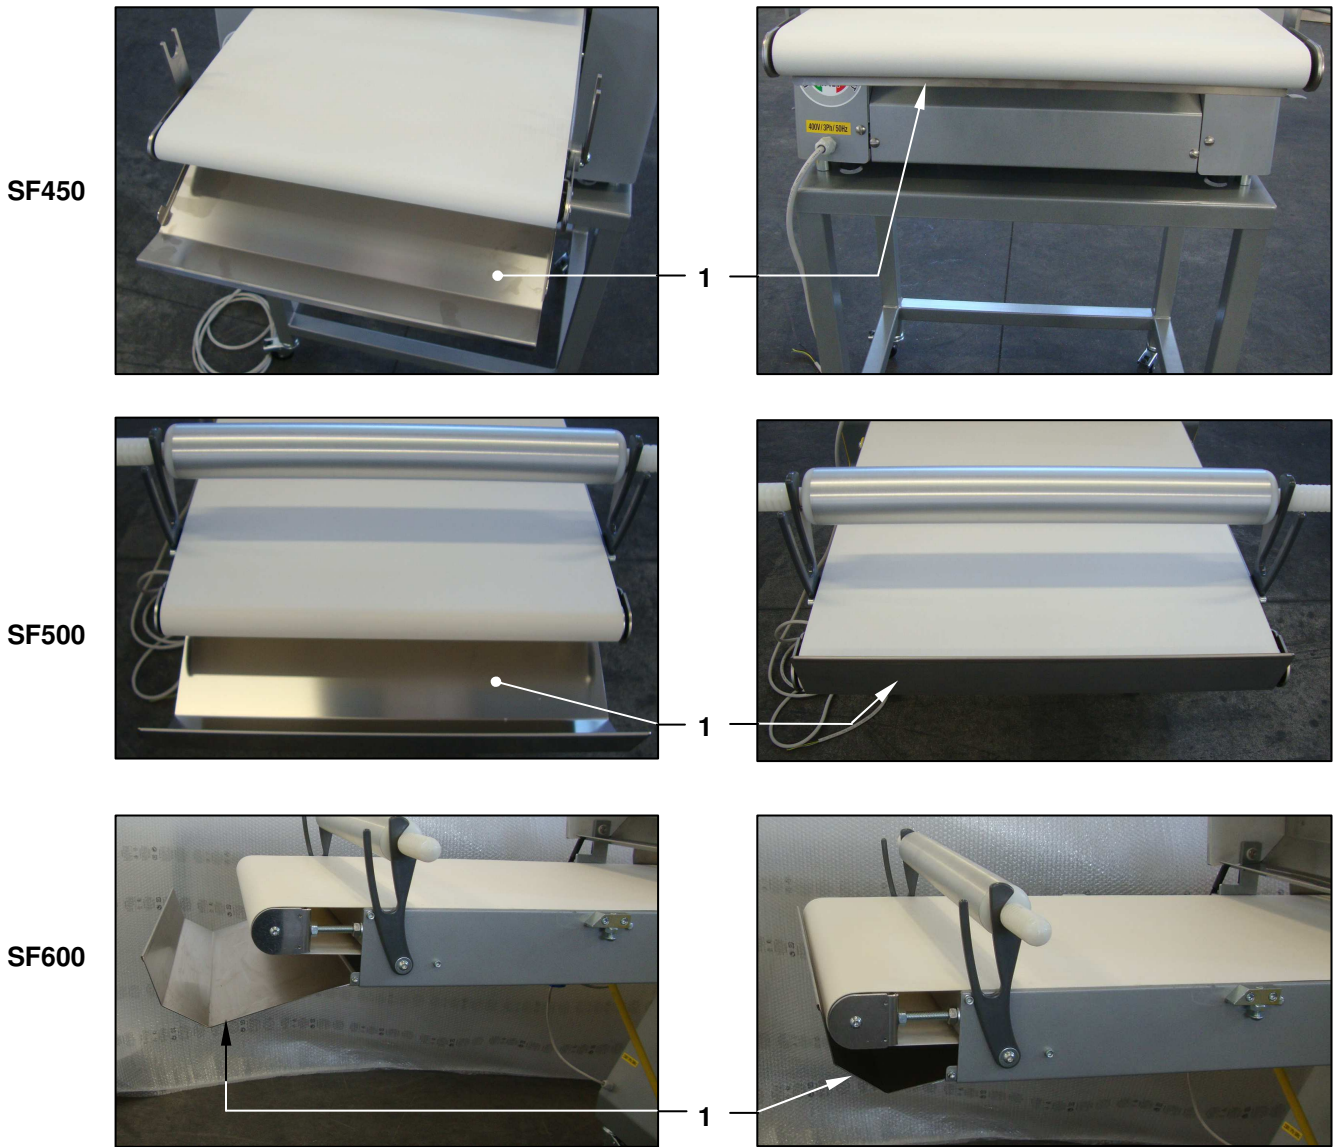

Рис. 21 - Приёмник теста
На Рис. 21 для каждой модели машины приёмник теста (1) в выдвинутом и задвинутом виде.